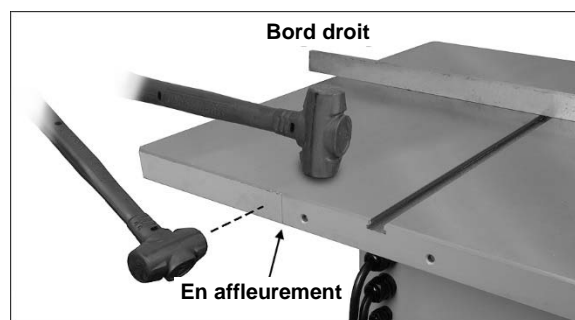

Figure 6-4 : mettre à niveau les rallonges, méthode 1
4. Le bord avant de l'oreille doit rester à égalité avec le bord avant du banc de scie. Si nécessaire, tapotez le bord avant de la rallonge avec un maillet en caoutchouc pour qu'elle soit à ras. Voir la Figure 6-4.
Méthode 1 (Figure 6-4) :
3. Posez une règle de vérification sur le banc de scie et la rallonge, en l'étendant au-delà du bord de la rallonge, comme illustré dans la figure 6-4.